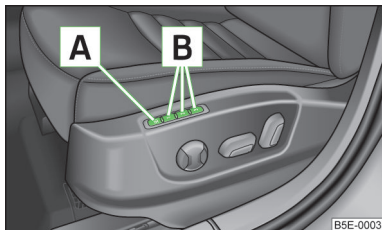

Fig. 47
Funcția Memory pentru scaunul șoferului oferă posibilitatea memorării poziției scaunului șoferului și a oglinzilor exterioare. Fiecăreia din cele trei taste de memorare **B** » fig. 47 îi poate fi alocată câte o poziție de reglare.
- Apăsăți tasta **SET** **A** » fig. 47.
- Apăsăți tasta de memorare dorită **B** » fig. 47.
- Apăsăți scurt tasta de memorare dorită **B** » fig. 47 când contactul este decuplat și portiera șoferului deschisă.
- Apăsați și mențineți apăsată o tastă oarecare de memorare **B** » fig. 47 la pagina 63. După ce scaunul a trecut în poziția memorată la tasta respectivă, apăsați simultan tasta **A** de pe cheia cu telecomandă, în interval de 10 secunde.
- Apăsați și mențineți apăsată tasta **SET** **A** » fig. 47 la pagina 63. Apăsați simultan tasta **A** de pe cheia cu telecomandă, în decurs de 10 secunde.